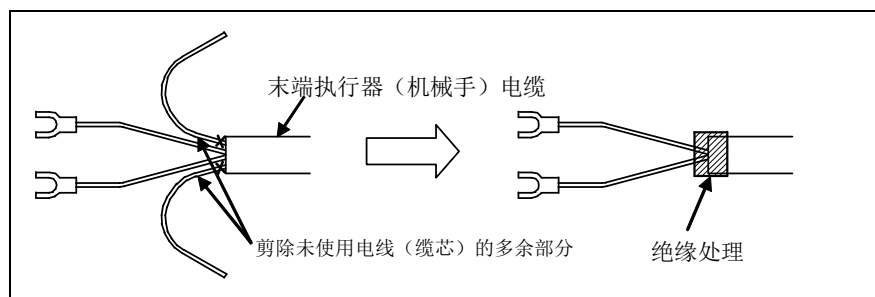

图 5 末端执行器(机械手) 电缆的处理方法
- 请剪除末端执行器(机械手)电缆的未使用电线(缆芯)的多余部分并进行绝缘处理。如缠绕醋酸布胶带等。(见图 5)